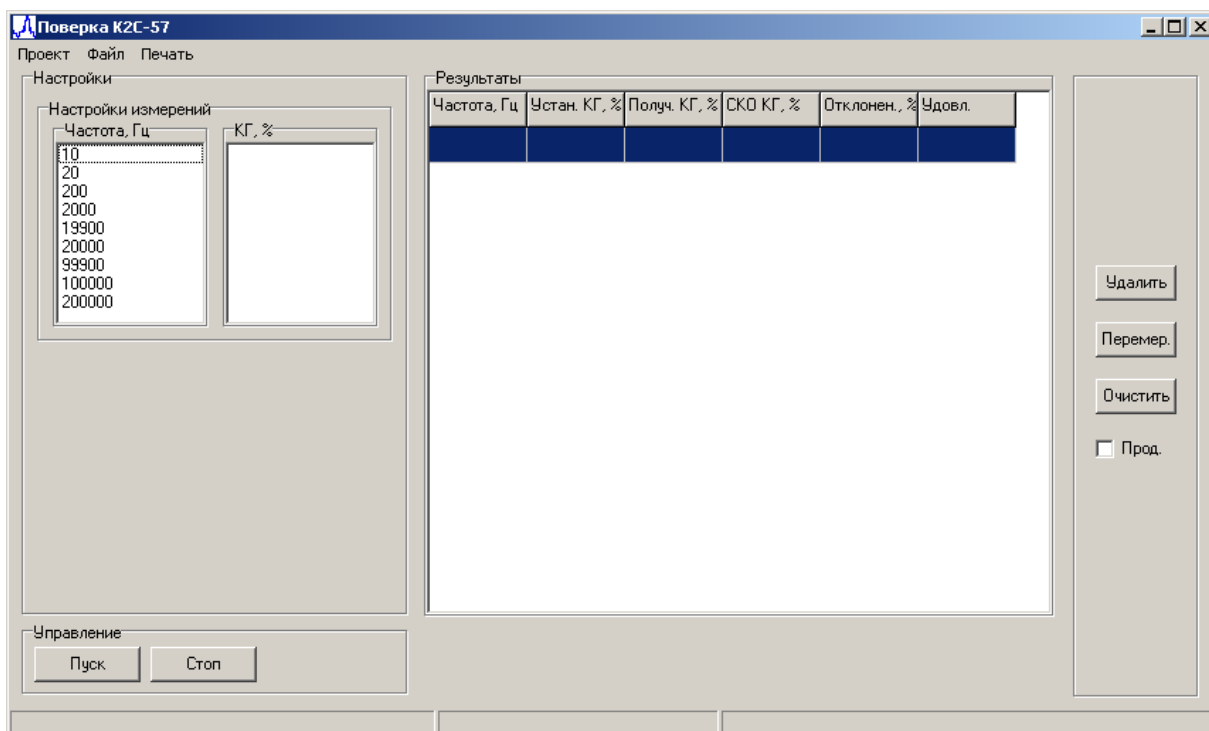
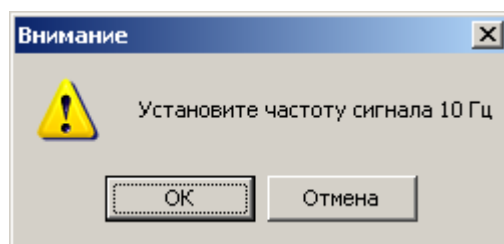
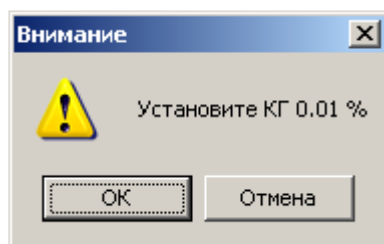

Рисунок 20. Окно подпрограммы работы измерителя-калибратора в пакетном режиме.
Рисунок 27. Диалоговое окно установки частоты
Рисунок 28. Диалоговое окно установки значения Кг
мерителя» – «Поверка К2С-57». В появившемся окне (см. рисунок 20) нажать кнопку «Пуск». Программа начнет работу в диалоговом режиме, см. рисунок 27 и рисунок 28.
6.5.1.4 Если измерения были прерваны (нажата кнопка «Стоп» области «Управление» или нажата кнопка «Отмена» в диалоговых окнах установки частоты (см. рисунок 27), или установки КГ (см. рисунок 28), автоматически установится флажок «Прод.», что позволит продолжить процесс поверки при повторном нажатии кнопки «Пуск».